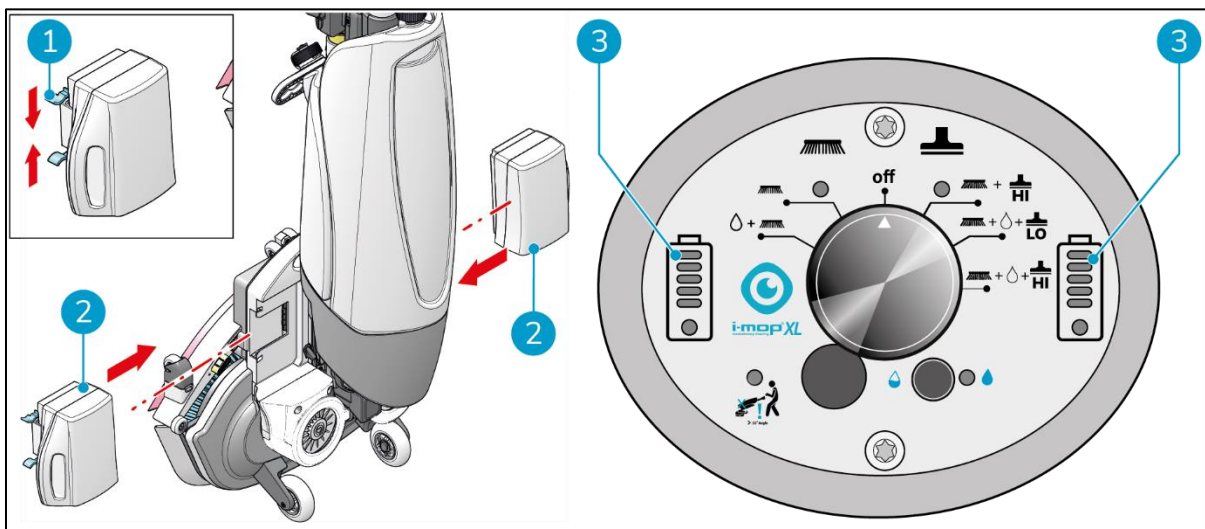

Figura 17
1. Empuje la pila codificada en azul (Figura 17, pos. 2) en la ranura azul de la pila. Un clic indica que la batería está bloqueada en su sitio (Figura 17, pos. 1).
3. Durante el funcionamiento, los indicadores de batería (Figura 17, pos. 3) en el panel de control muestran la cantidad de energía restante.